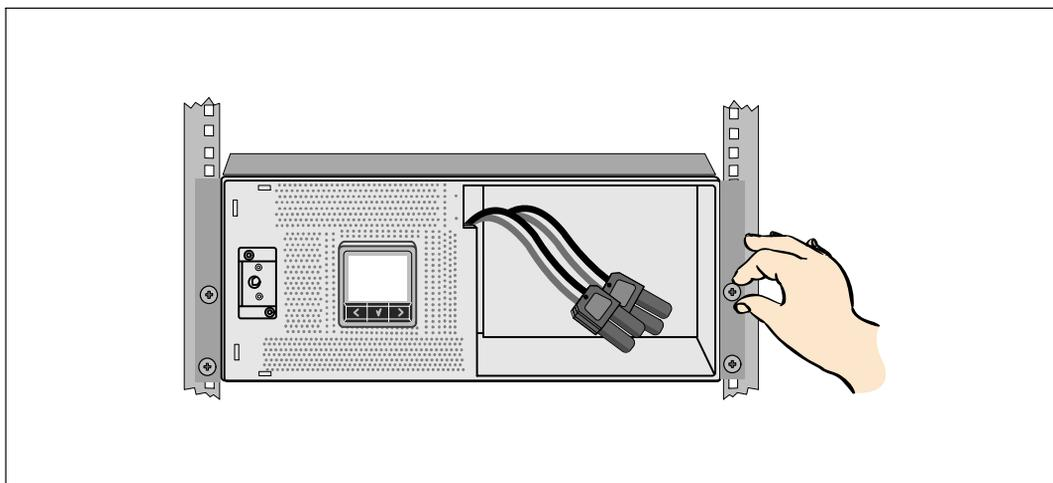

Figura 14. Cómo asegurar el gabinete
- 7 Asegure el frente del gabinete al bastidor con cuatro tornillos de apriete manual en los soportes de montaje (consulte la Figura 14). Ajuste manualmente; no utilice herramientas mecánicas. Repita para todos los gabinetes adicionales.